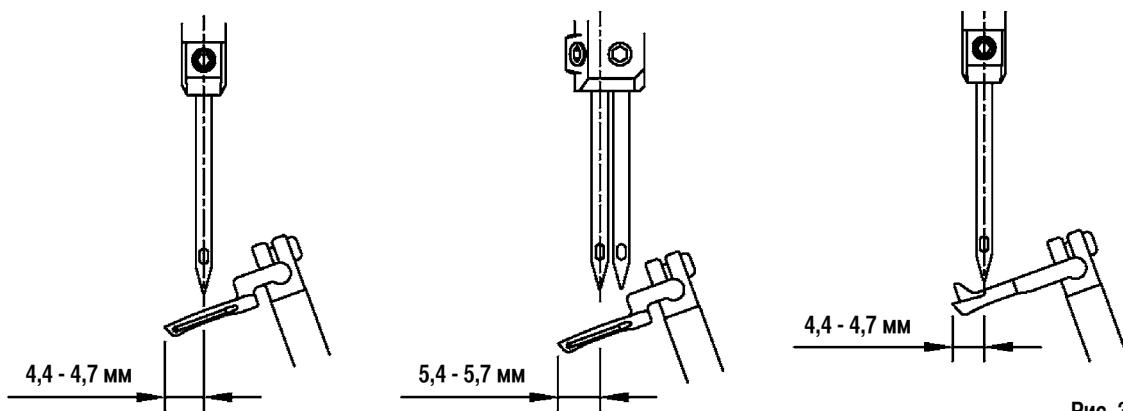

Рис. 39
1. Взаимосвязь между иглой и верхним петлителем. (Рис. 39)